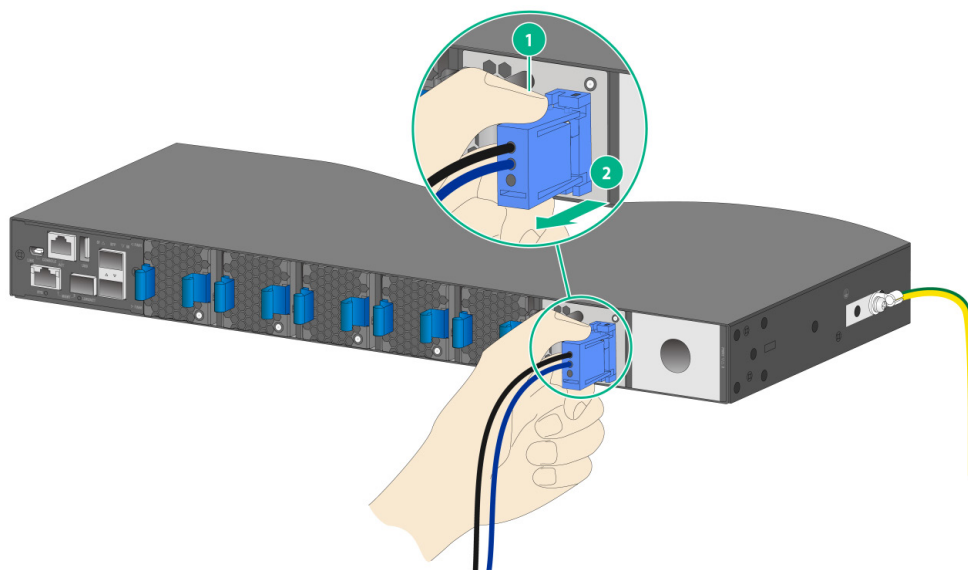

図 3-34 LSV3M3DC650 の取り外し
- 2) 電源モジュールから電源コードを取り外します。DC 電源コードを取り外すには、図 3-34に示すように、電源コードコネクタのタブを親指と人差し指でつまみ、コネクタを引き出します。
- 3) 図 3-34に示すように、片手で電源モジュールのハンドルを持ち、親指で電源モジュールのラッチを右に押して、スロットから電源モジュールを途中まで引き出します。